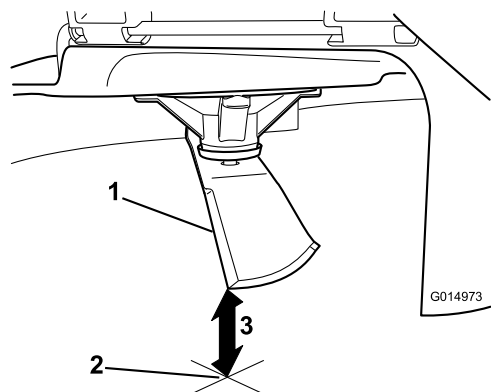

Figuur 62
3. Gemeten afstand tussen mes en de ondergrond (A)
4. Draai hetzelfde mes 180 graden, zodat de maairand aan de andere kant nu in dezelfde stand staat (Figuur 62).